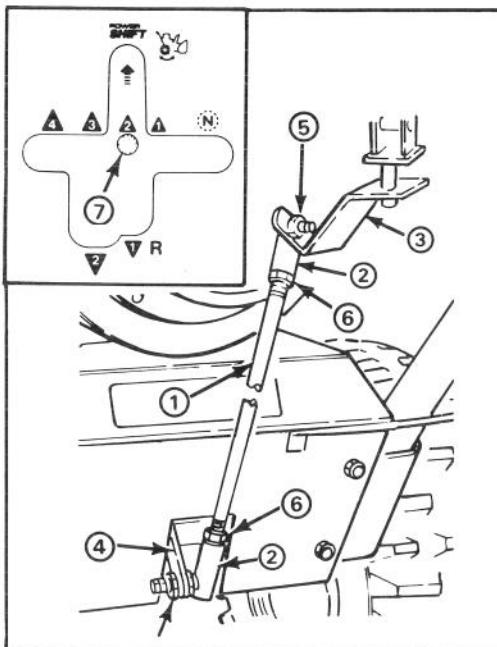

Abbildung 32
**Anmerkung:** Ist der Schalthebel mit dem Power-Shift-Schlitz an der Steuertafel ausgerichtet (Abb. 32 Nebenbild), muß die Länge des Schaltgestänges wie folgt justiert werden: